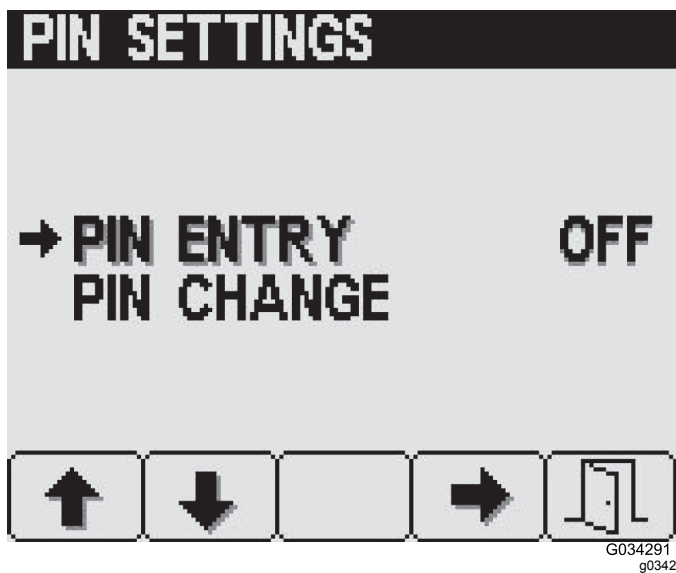

Figura 26
3. En la pantalla PIN Settings (Ajustes de PIN), pulse el botón 4 para seleccionar PIN Entry (Introducción de PIN) y para activar o desactivar el PIN (Figura 26).